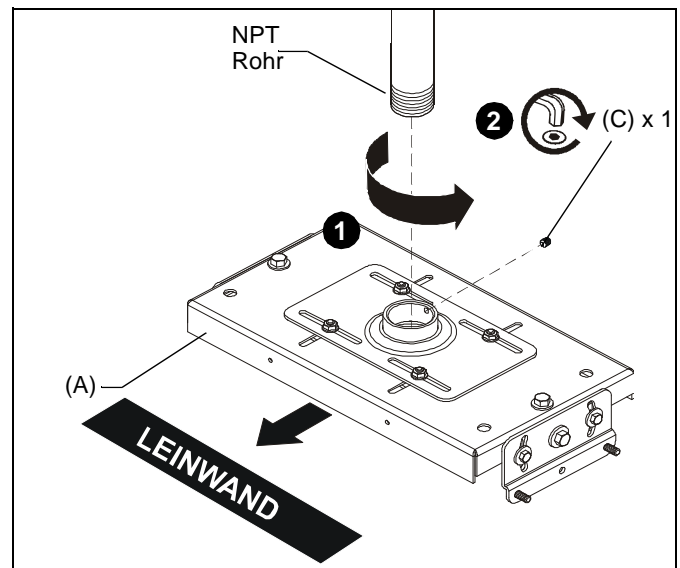

Abb. 1
1. Schrauben Sie die VCM-Halterung (A) fest an das vorhandene 1-1/2"-NPT-Rohr, wobei mindestens vier Gewindegänge eingeschraubt werden müssen. (Siehe Abb. 1)
HINWEIS: Stellen Sie sicher, dass die lange Kante der VCM-Halterung parallel zur Leinwand verläuft. (Siehe Abb. 1)
2. Schrauben Sie die 5/16-18 x 3/8"-Feststellschraube (C) in den Gewindekragen der VCM-Halterung, um Bewegungen der VCM zu verhindern. (Siehe Abb. 1)